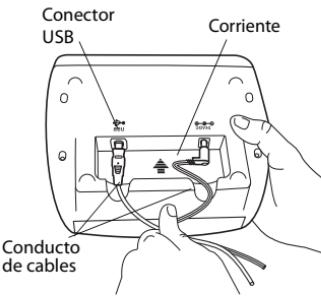

Figure 5
- 2 Conecte el adaptador de corriente al conector de alimentación en la parte inferior de la impresora. Véase Figure 5.
- 4 Conecte el cable USB al puerto USB en la parte inferior de la impresora. Véase Figure 5.